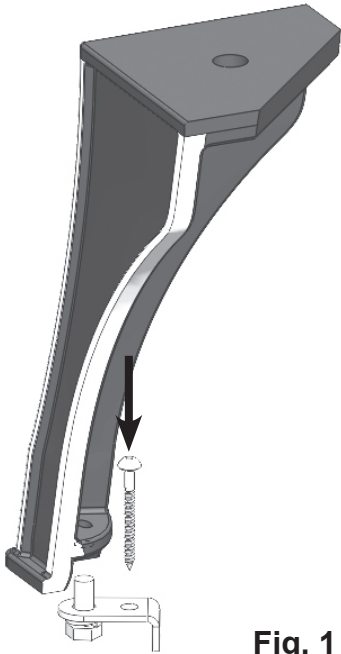

Fig. 1
- Pour l'ensemble de pattes (S.Z2613), utilisez l'ensemble d'ancrage de pattes S.ZR8039 pour fixer le poêle au sol. **(Fig. 1)**